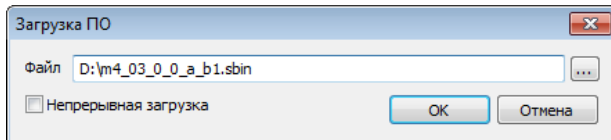
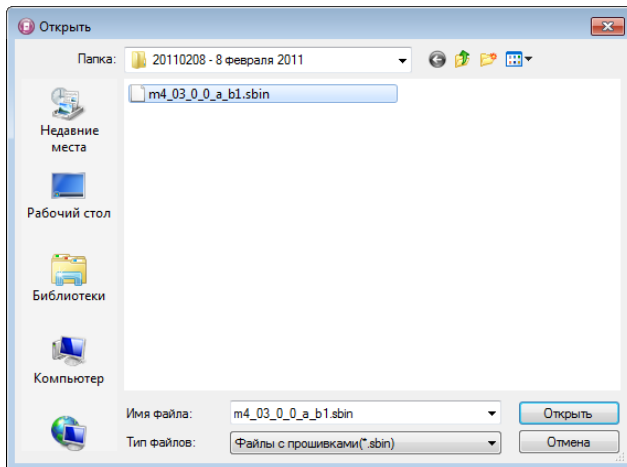

Рис. 26. Задание файла прошивки
Рис. 27. Выбор файла прошивки
- ✓ в открывшемся окне *Загрузка ПО* укажите наименование загружаемого файла прошивки с расширением *.sbin (рис. 26);
- ✓ для выбора файла прошивки нажмите кнопку  и в открывшемся окне *Открыть* выберите папку, имя файла и нажмите кнопку *Открыть* (рис. 27). В окне *Загрузка ПО* нажмите кнопку *ОК* (рис. 26);
- ✓ для выбора файла прошивки нажмите кнопку  и в открывшемся окне *Открыть* выберите папку, имя файла и нажмите кнопку *Открыть* (рис. 27);